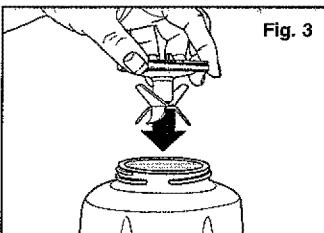

Fig. 3
3. Ponga el montaje de aspa con la junta en la abertura inferior del tarro (Fig.3).